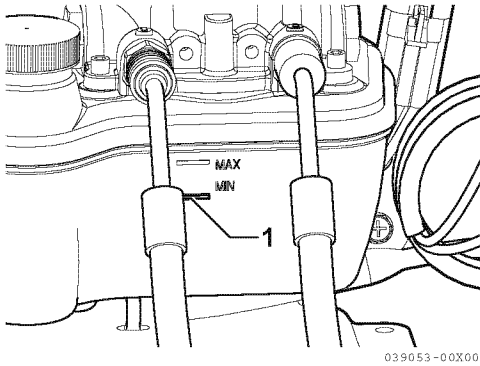

Abbildung 5
- Der Flüssigkeitsstand ist zu niedrig, wenn er unter der Markierung **MIN** (1, **Abbildung 5**) auf dem Behälter liegt. Bei Bedarf mit der vorgeschriebenen Flüssigkeit nachfüllen. *Siehe Prüfen der Powertrimmpumpenflüssigkeit auf Seite 28.*